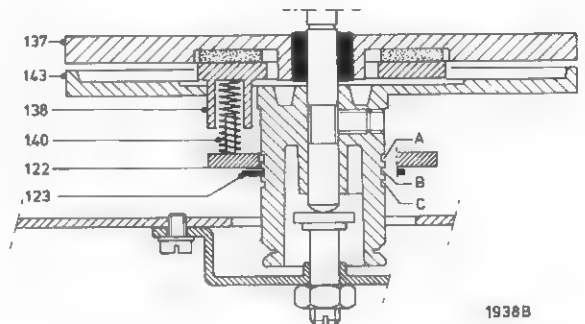

Fig. 26
Valt de gemeten waarde buiten de bovengenoemde tolerantie dan moet de aandrukkraft van ring pos. 138 tegen de frictieschijf pos. 137 vergroot respectievelijk verkleind worden. Dit is in te stellen door de borgring pos. 123 in een hogere of lagere uitsparing in poelie pos. 143 aan te brengen (zie A, B en C in fig. 26). Blijft echter bij de uiterste positie van de borgring pos. 123 het frictiekoppel te groot of te klein, dan moet o.a. de opspoelfrictieschijf pos. 137 gecontroleerd worden.